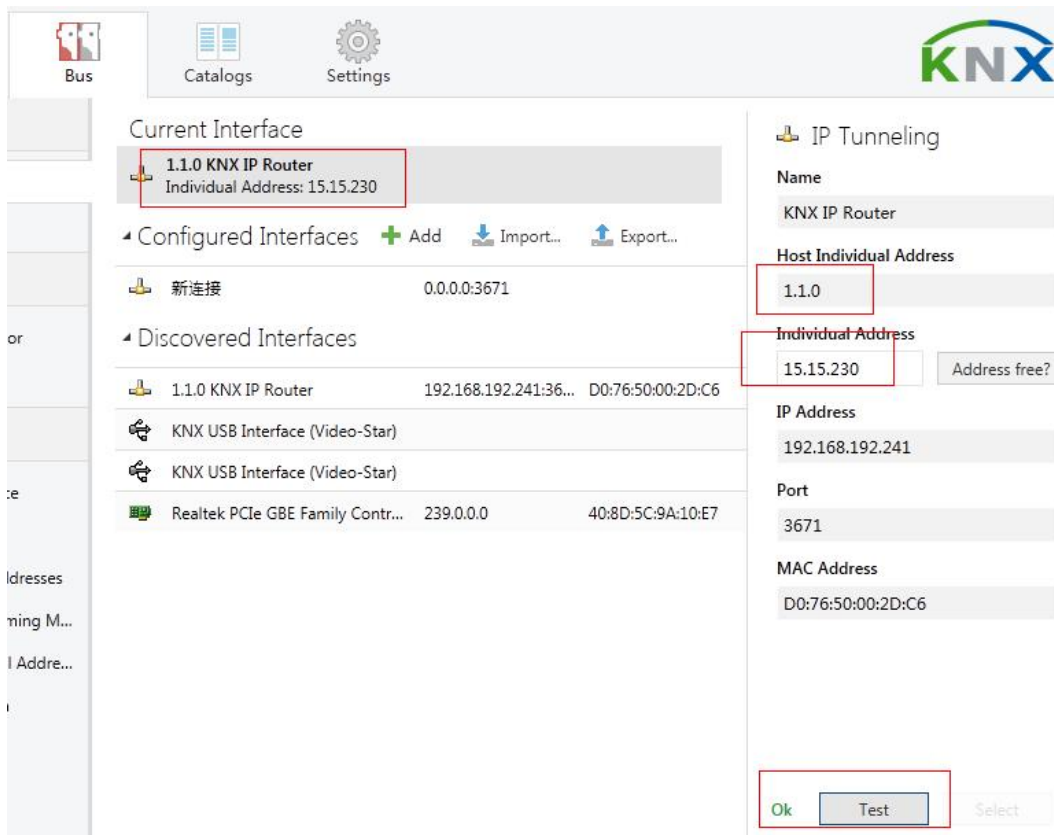

Fig.5.10 第一个 Tunneling 地址分配
Step 1: 打开 ETS 总线标签, 然后选择 IP 路由器作为当前接口。 在 “IP Tunneling” 窗口中, 可以看到已分配的主机物理地址, 如下图 5.10。